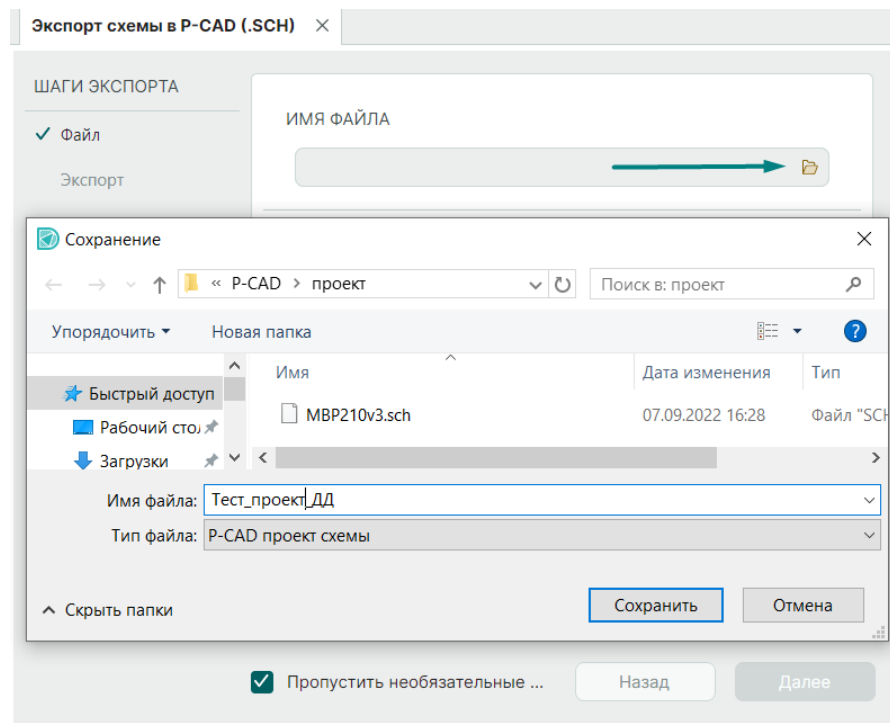

Рис. 41 Выбор директории
2. На первом этапе экспорта выберите директорию для сохранения сгенерированного файла, см. Рис. 41, выберите «Сохранить» и перейдите на следующий этап, выбрав «Далее».